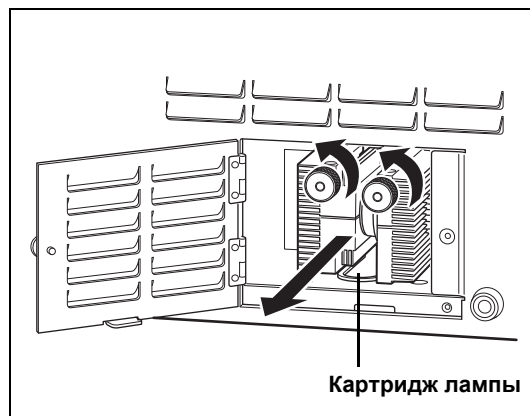

Рисунок 6.3
- 3 Поверните два винта в верхней части картриджа лампы против часовой стрелки и вытяните картридж лампы, при этом поддерживая его рукой. (см. рисунок 6.3.)